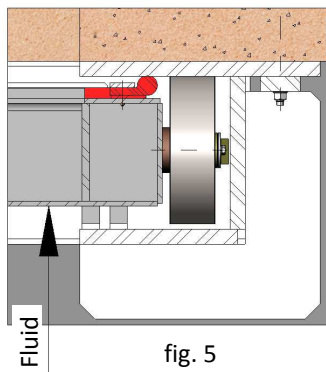
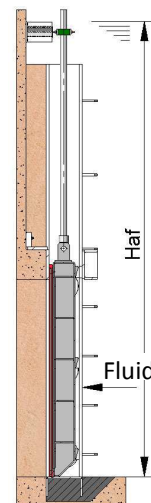

fig. 5
fig. 6
- **FAVOURABLE UNIDIRECTIONAL:** (fig. 5 and fig. 6)